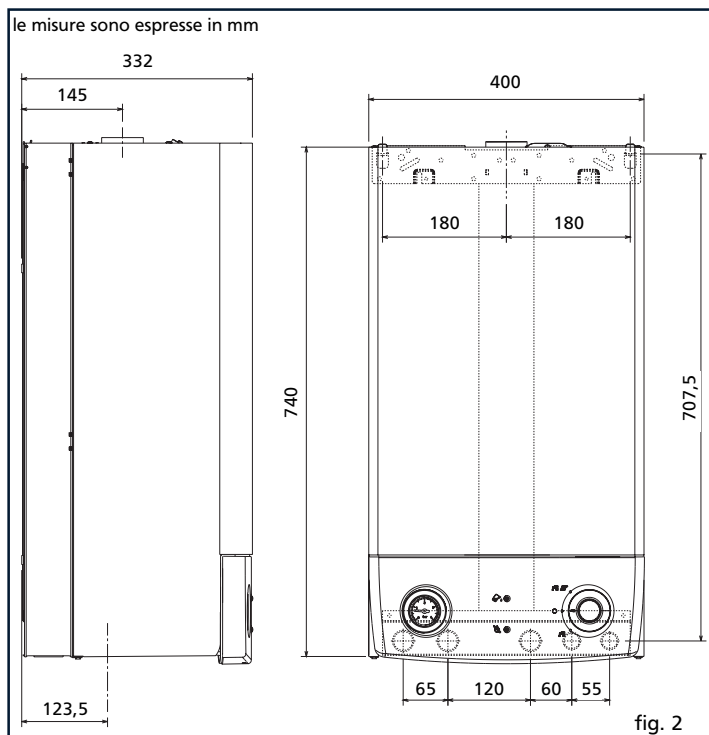

fig. 2
- verificare che tutte le misure siano esatte (fig. 2), quindi forare il muro utilizzando un trapano con punta del diametro indicato precedentemente